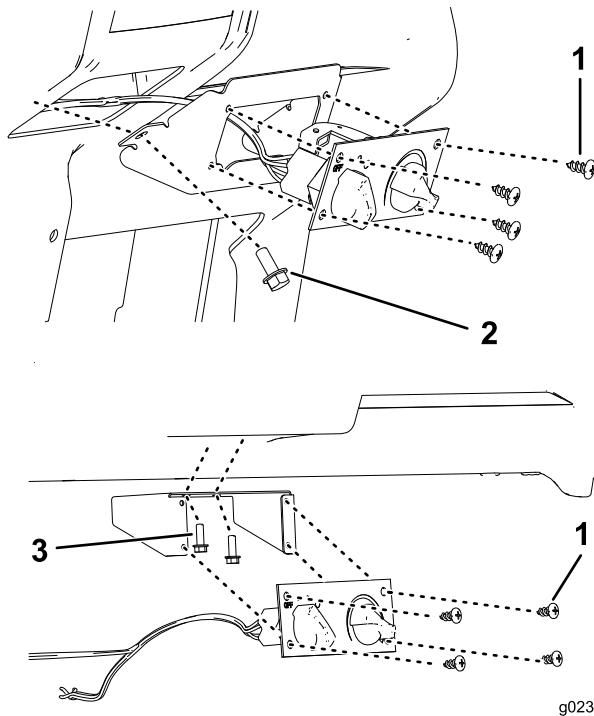

Figura 5
4. Sujete el panel de control del calentador a su soporte usando 4 tornillos para chapa (Figura 5).
5. Conecte el cable de control del calentador y el conector negro del arnés al panel de control del calentador, y conecte el conector blanco del arnés al calentador (Figura 5).
7. Sujételo usando 4 pernos (5/16 pulgada) en la parte delantera del soporte del panel de control del calentador, y 2 pernos (5/16 pulgada para los modelos HD) en el lateral del soporte, o 2 pernos (1/4 pulgada para el MD) en el interior de la parte superior del soporte, dependiendo del modelo que tenga (Figura 5).